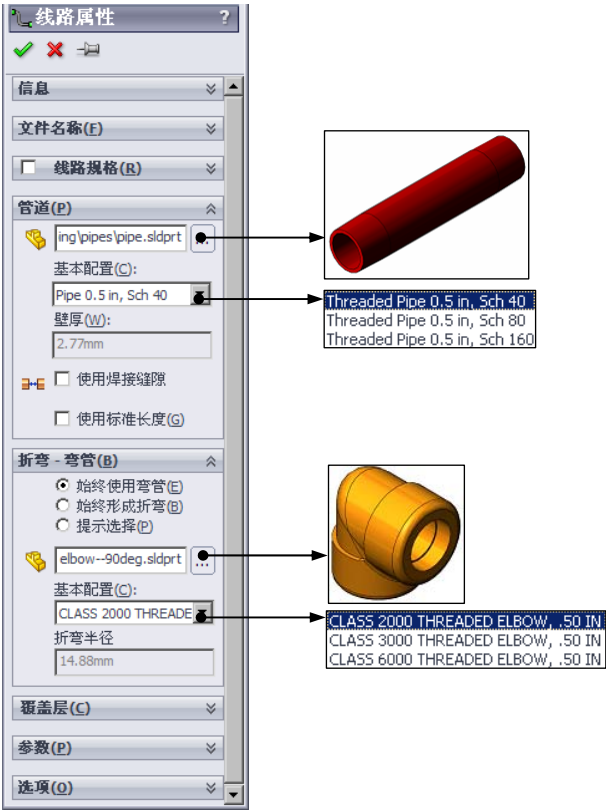

图 11.3.15 “线路属性”对话框
Step2. 定义开始步路点。选取图 11.3.14 所示的“CPoint1”并右击，在系统弹出的快捷菜单中选择 **开始步路 (X)** 命令，系统弹出“线路属性”对话框（图 11.3.15）。
Step3. 定义线路属性。取消选中 **线路规格 (R)** 复选框，单击 **管道 (P)** 区域中的“浏览”按钮 **...**，在系统弹出的“打开”对话框中选择 routing\piping\pipes\pipe.sldprt 文件，单击 **打开 (O)** 按钮；在 **基本配置 (C)** 的下拉列表中选择 **Pipe 0.5 in, Sch 40** 选项；在 **折弯-弯管 (B)** 区域中单击“浏览”按钮 **...**，在弹出的“打开”对话框中选择 routing\piping\threaded fittings(npt)\threaded elbow--90deg.sldprt 文件，单击 **打开 (O)** 按钮；在 **基本配置 (C)** 下拉列表中选择 **CLASS 2000 THREADED ELBOW, .50 IN** 选项，如图 11.3.15 所示；单击对话框中的 **✓** 按钮，完成线路属性的定义。